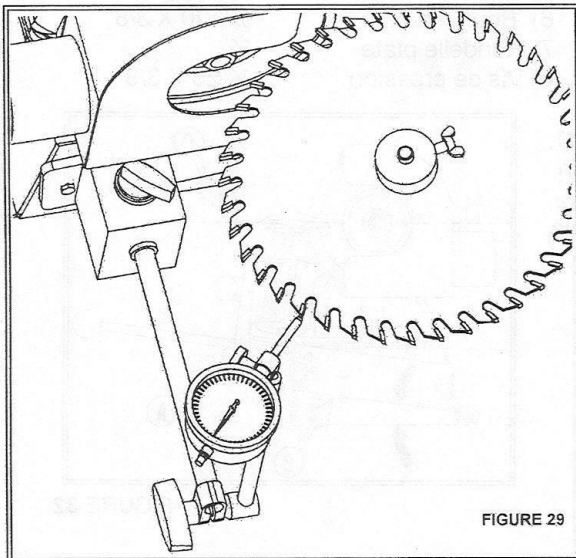

FIGURE 29
- 2) Identifier les pointes les plus élevées et affûtez les en premier (utiliser un indicateur à cadran avec base magnétique) (Fig.29).